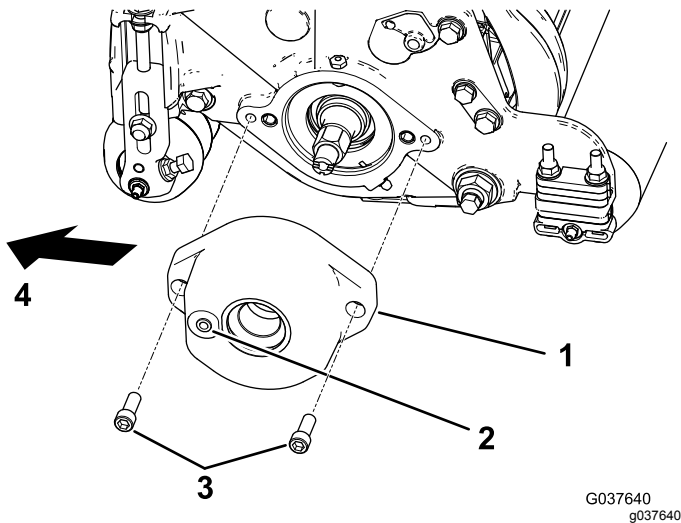

Figura 4
2. **Para el kit del Modelo 133-0158 de máquinas Reelmaster 5010 con unidades de corte de 17,8 cm solamente:** Monte el alojamiento del cepillo del rodillo en el alojamiento del cojinete del molinete con 2 pernos allen (3/8" x 1"); consulte Figura 4.